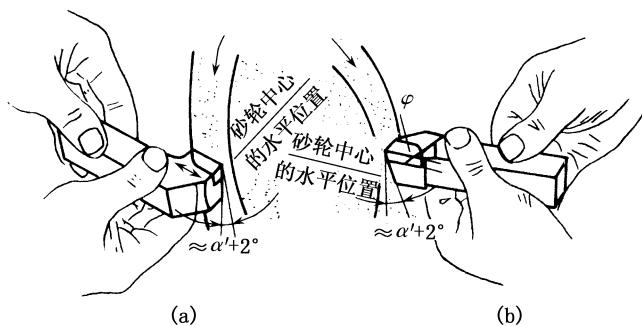

图 2-15 粗磨后角、副后角
(3) 粗磨刀体上的主后面。磨主后面时，刀柄应与砂轮轴线保持平行，同时刀底平面向砂轮方向倾斜一个比主后角大  $2^\circ$  的角度。刃磨时，先把车刀已磨好的后隙面靠在砂轮的外圆上，以接近砂轮中心的水平位置为刃磨的起始位置，然后使刃磨位置继续向砂轮靠近，并作左右缓慢移动。当砂轮磨至刀刃处即可结束(图 2-15(a))，这样可同时磨出
(4) 粗磨刀体上的副后角。磨副后面时, 刀柄尾部应向右转过一个副偏角  $K_r'$  的角度, 同时车刀底平面向砂轮方向倾斜一个比副后角大  $2^\circ$  的角度(图 2-15(b)), 具体刃磨方法与粗磨刀体上主后面大体相同。不同的是粗磨副后面时砂轮应磨到刀尖处为止。如此, 也可同时磨出副偏角  $K_r'$  和副后角  $\alpha'$ 。